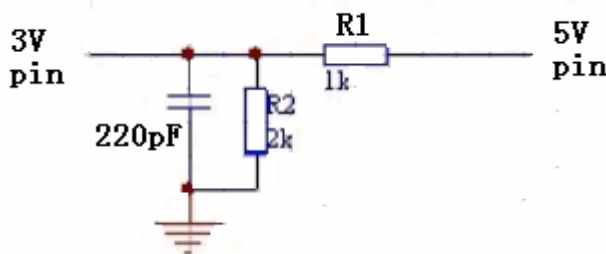

图 3
- 5V 转 3.3V 可以通过电阻分压方式实现 (如图 3);